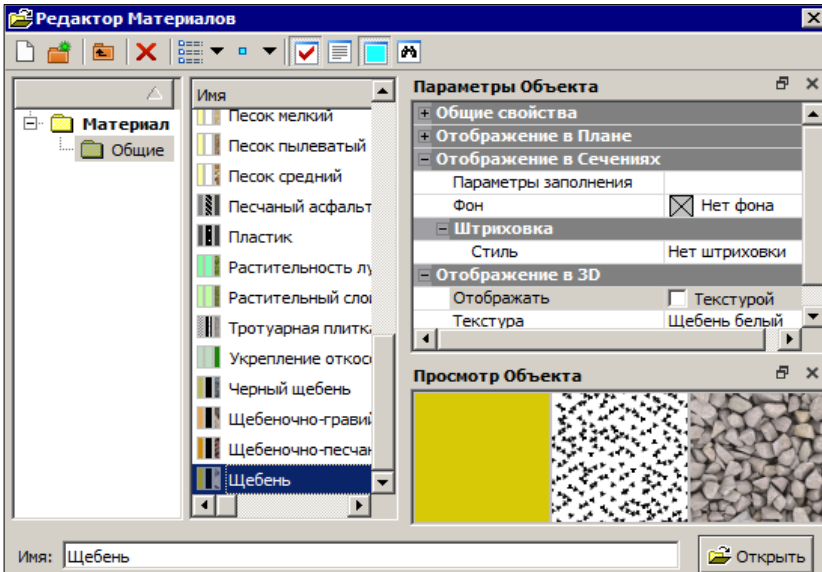

Рис. 10.8
и под оголовки трубы, а также под слои укрепления – кнопка  вызывает диалог **Редактор материалов** (рис. 10.8).
- **Материал засыпки** – параметр открывается, если выбран объект *Засыпка оголовка*. Выбор материала из выпадающего списка или из **Редактора Материалов** (рис. 10.8).